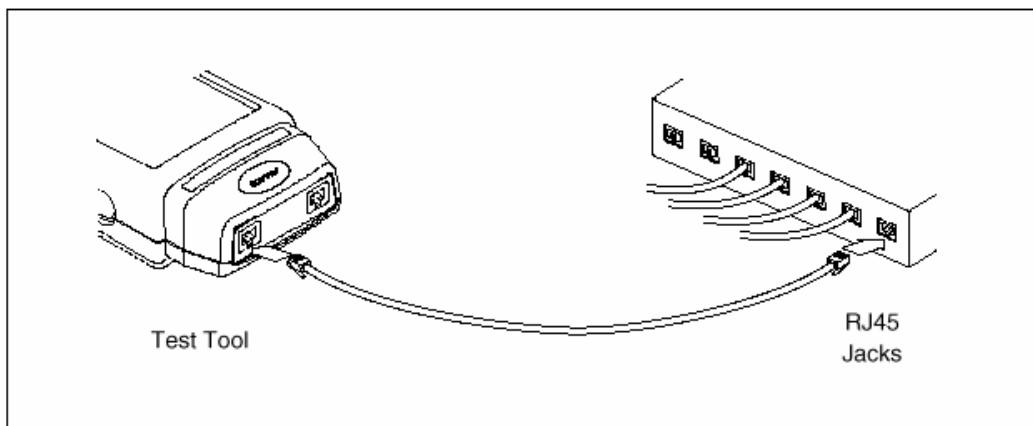

Рисунок 4-5. Схема подключения для мониторинга сетевого трафика
5. Для подключения тестера к сети используйте соединительный шнур с соответствующим импедансом (см. Рисунок 4-5). Подключитесь к гнезду, на который указывает стрелка вверху экрана;